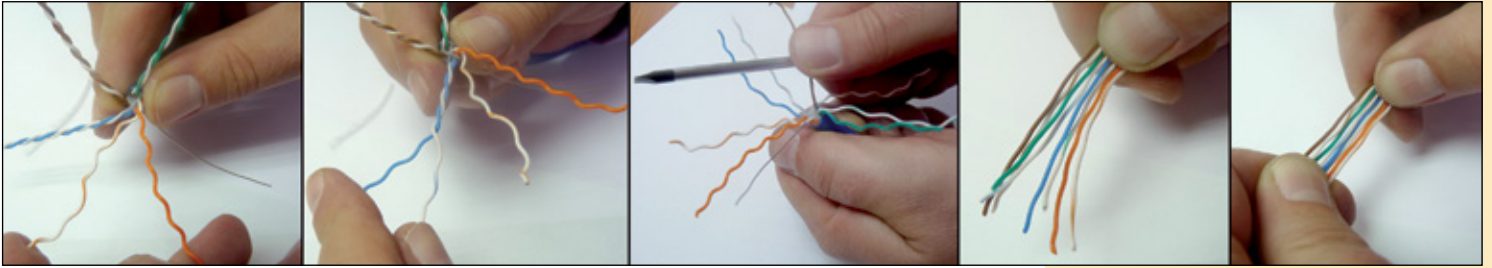

Figura 8
- 7 Proceda a separar cada conductor de cobre y enderezarlo con la ayuda de un destornillador, tal como se muestra en el grupo de imágenes de la **Figura 8**.